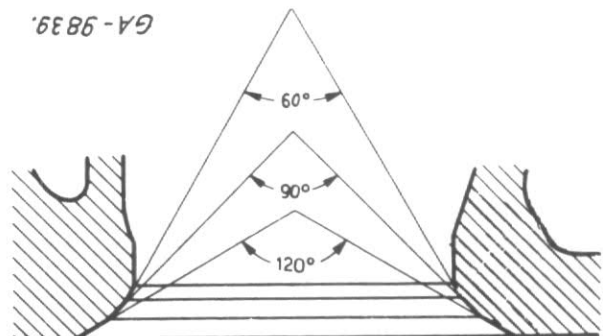

Figure 39
3. Abaissez la tête de la rectifieuse sur la queue du pilote de façon que la meule vienne affleurer le siège de soupape. Mettez la machine en marche, puis amenez la meule en contact du siège. Seul le poids normal de la meule suffit pour assurer un bon travail. Une pression trop forte de la meule provoquera un cintrage du pilote dans le guide et un excentrage du rodage. Dégagez souvent la meule du siège pour éviter l'échauffement et pour évacuer la poussière laissée par la rectification. Rectifiez le siège suffisamment pour obtenir une surface régulière et lisse. Les angles des sièges de soupape d'admission et d'échappement sont analogues, fig. 39.